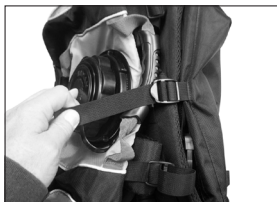

Figura 1.
1. La mochila puede plegarse para su almacenamiento. Para hacerlo, coloque el cinturón, las correas para los hombros y la bomba/manguera sobre la almohadilla de la parte posterior, doble la mochila a la mitad y sujétela con la correa negra corta y la hebilla, como se muestra en la imagen. **(Vea la Figura 1).**